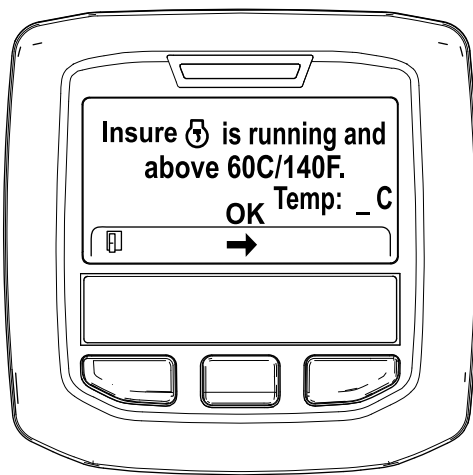

Figura 46
5. Se a temperatura do líquido de refrigeração for inferior a 60 °C, surge a mensagem "Insure is running and above 60C/140F" (Confirme que está a trabalhar e acima de 60C/140F) (Figura 46).